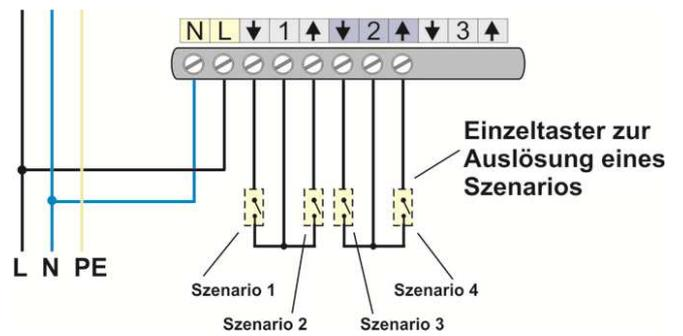

Abbildung 6: Einzeltaster zur Auslösung von Szenarien
Szenarien können sowohl über die Steuerung, als auch über das Windows-Bedienprogramm HEYcontrol und auch über die iPhone- oder Android-App aktiviert werden. Weiterhin können die Szenarien 1 bis 4 auch über Bedientaster der Kanäle 1 und 2 ausgelöst werden. Siehe hierzu Abbildung 6.
- Um einen der Kanäle 1 - 2 zur Auslösung eines Szenarios über Bedientaster einzurichten (vgl. Abb. 6), wird die Laufzeit für diesen Kanal im Bereich der Tastautomatik auf 1s eingestellt.